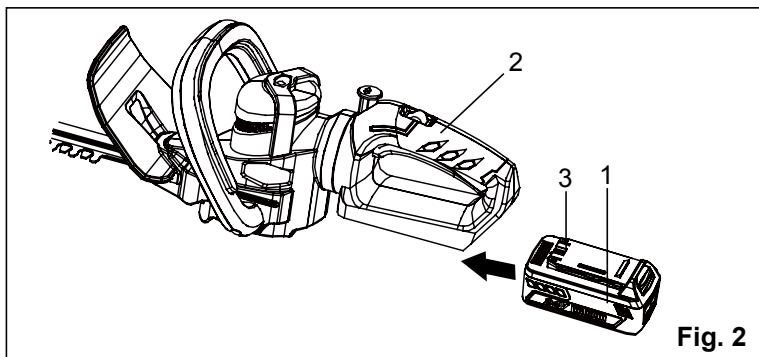

Fig. 2
**Pour retirer le bloc-batterie** (Voir Figure 2.):
1. Abaissez le bouton de verrouillage de la batterie (1) et maintenez-le ainsi.
2. Saisissez fermement l'outil par sa poignée à détente (2). Tirez sur le bloc-batterie pour le dégager de la poignée.
**Pour insérer le bloc-batterie** (Voir Figure 2.):
1. Placez la languette (3) du bloc-batterie vis-à-vis de l'évidement prévu dans le boîtier à l'extrémité de la poignée.
2. Saisissez fermement l'outil par sa poignée à détente (2).
## INTERRUPTEURS MARCHE/ARRÊT (Voir Figure 2.):